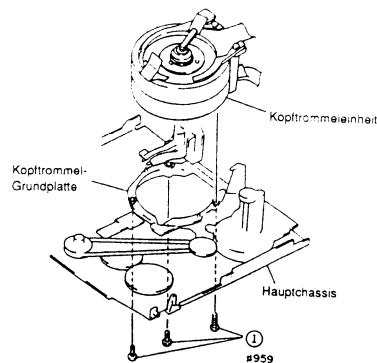

Abb. 2-63
- Drei (3) Befestigungsschrauben der Kopftrommleinheit entfernen (siehe Abb. 2-63).